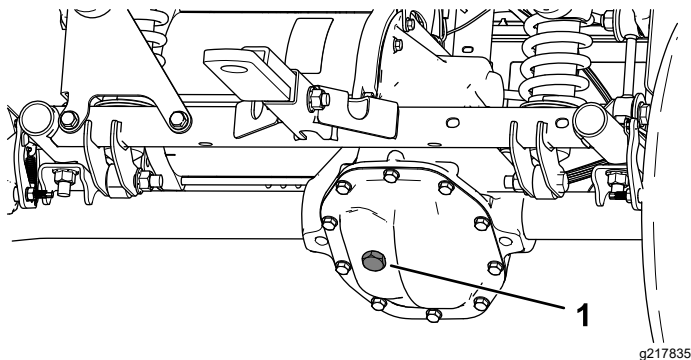

Figura 48
4. Togliete il tappo di riempimento sul transaxle (Figura 48).
5. Se il livello del fluido è basso, togliete il tappo di riempimento e aggiungete il fluido specificato finché non fuoriesce (Figura 48).
4. Togliete il tappo di riempimento sul transaxle e riempite il transaxle con il fluido indicato sinché non fuoriesce dal foro di riempimento (Figura 48).